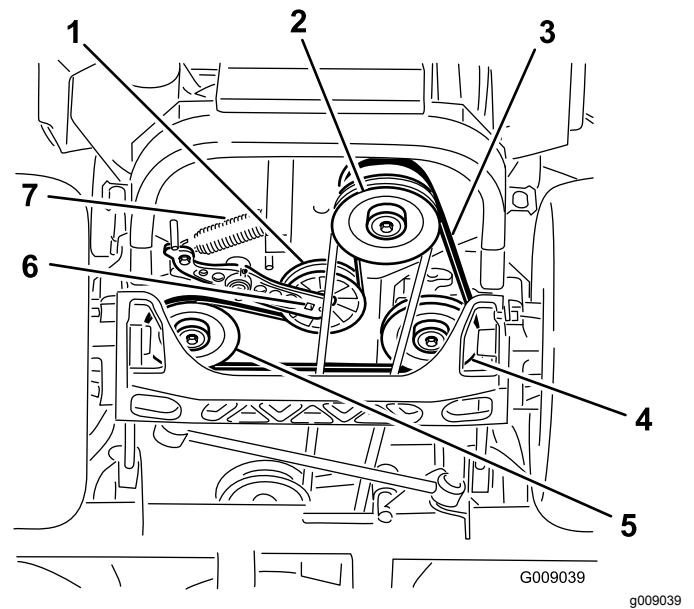

Figura 78
4. Levante la máquina y apóyela sobre gatos fijos (Figura 78).
5. Utilice una llave de carraca en el taladro cuadrado del brazo tensor para retirar el muelle tensor (Figura 78).
6. Desenganche el muelle de la polea tensora del bastidor (Figura 78).
9. Utilizando la llave de carraca en el taladro cuadrado del brazo tensor, instale el muelle tensor en el bastidor (Figura 78).